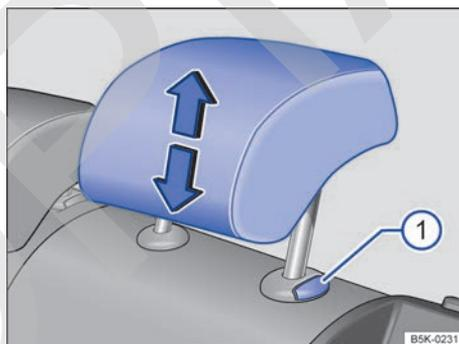

Fig. 81 Ajuste de los apoyacabezas traseros.
- Desplace el apoyacabezas hacia arriba o, a la vez que presiona la tecla → fig. 81 ①, hacia abajo en el sentido de la flecha correspondiente → ▲.